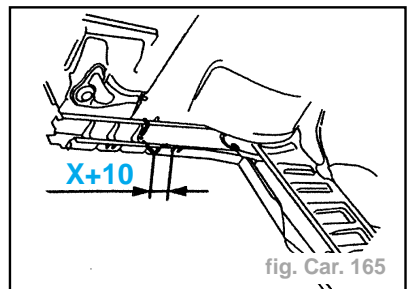

fig. Car. 165
- Tracer puis découper à l'aide d'une meule épaisseur **1 mm** (coupe provisoire) (fig. Car. 165).